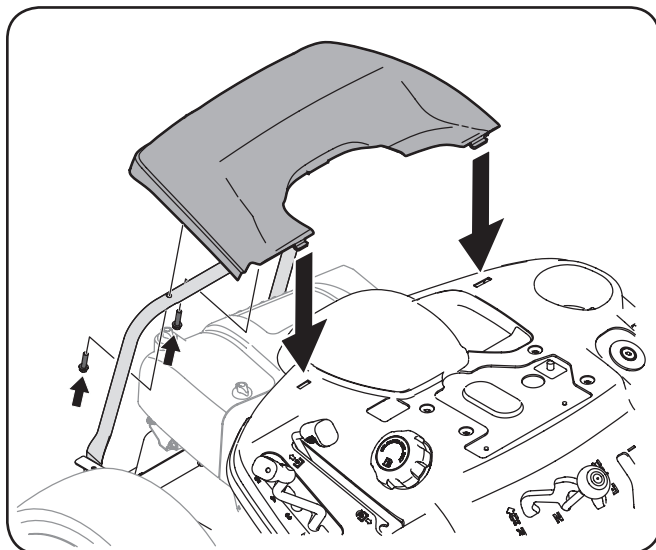

Figura 3-10
1. Extraiga los dos tornillos hexagonales instalados en fábrica ubicados en la tapa trasera del motor. Guarde los tornillos para uso posterior. Vea la Figura 3-10.
2. Coloque la tapa trasera del motor, para lo que debe ubicarla en su lugar como se indica en la Figura 3-10. Incline la tapa del motor hacia adelante para que calce dentro de las ranuras provistas, luego rótelas hacia atrás para alinear los orificios de montaje.